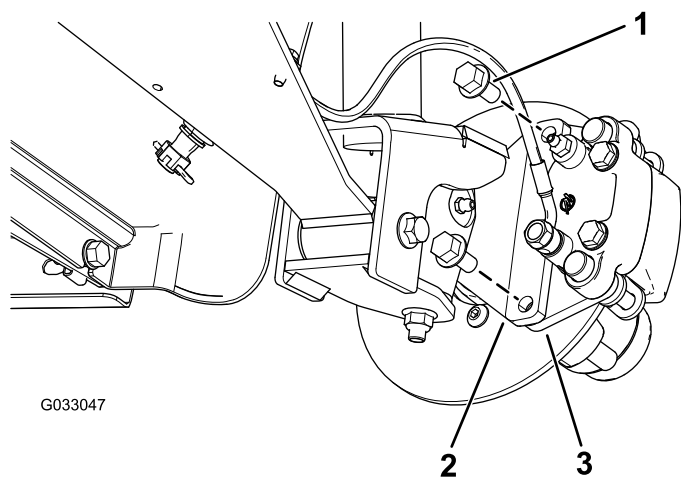
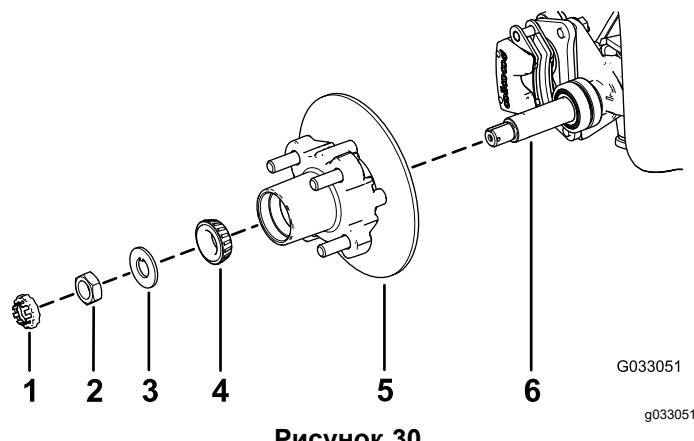

Рисунок 26
Рисунок 30
3. Выверните болты с фланцевыми головками ($\frac{3}{8} \times \frac{3}{4}$ дюйма), которые крепят кронштейн тормоза в сборе к оси, и отделите тормоз от оси (Рисунок 26).
1. Нанесите тонкий слой консистентной смазки указанного типа на ось (Рисунок 30).
2. Установите ступицу и тормозной диск на ось так, чтобы тормозной диск был внутри (Рисунок 30).
3. Установите наружный подшипник на ось и в наружное кольцо (Рисунок 30).
4. Установите стопорную шайбу на ось (Рисунок 30).
поворачивая ступицу так, чтобы подшипник был посажен на место (Рисунок 30).
2. Совместите тормозные колодки с обеих сторон тормозного диска (Рисунок 26) с отверстиями в кронштейне суппорта и отверстиями в креплении тормоза на цапфе (Рисунок 30).
3. Закрепите кронштейн суппорта на цапфе (Рисунок 26) с помощью 2 болтов с фланцевыми головками ($\frac{3}{8}$ x $\frac{3}{4}$ дюйма).